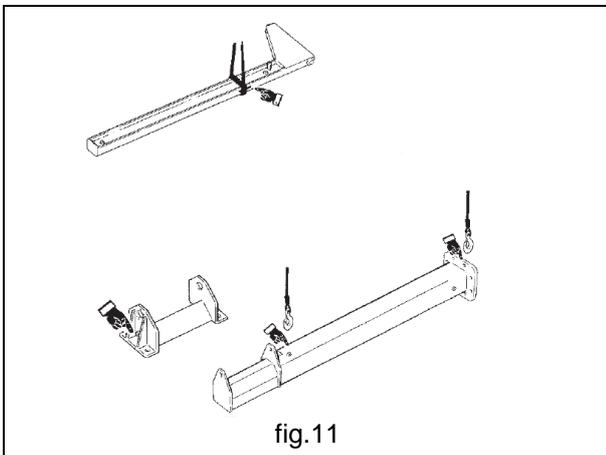

fig.11
- Elinguer les éléments de la potence à l'aide d'équipements appropriés pour ne pas endommager les surfaces peintes : (fig.11)